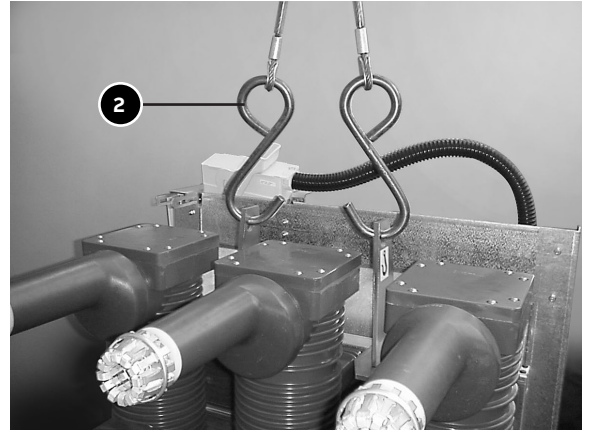

Abb. 2d
- Die Haken (1) wie in (Abb. 2d) gezeigt anbringen und anheben.
- Nach Abschluss des Vorgangs die Anschlagmittel (1) aushängen.